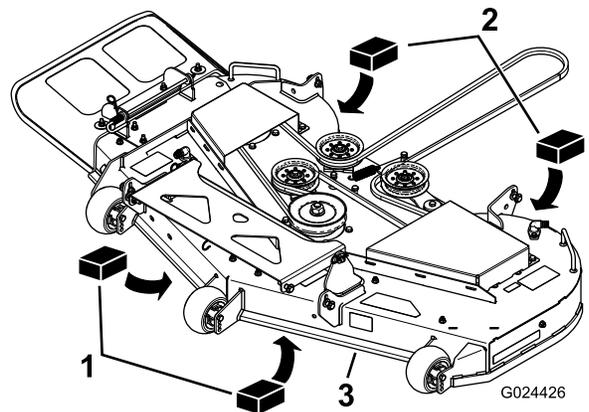

Bild 71
3. Legen Sie zwei 6,6 cm dicke Blöcke an jeder Seite unter die vordere Kante des Mähwerks, jedoch nicht unter die Halterungen der Antiskalpierrollen (Bild 71).
4. Legen Sie zwei 7,3 cm dicke Blöcke unter die hintere Kante des Mähwerks, einen an jeder Seite des Mähwerks (Bild 71).